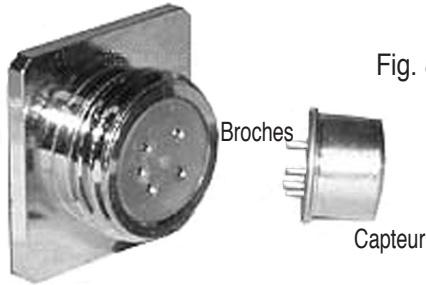

Fig. 8
4. Maintenez l'unité face avant vers vous et notez la connexion du capteur à l'intérieur de la douille fileté sur l'extrémité de l'unité. Il y a cinq (5) trous correspondant aux cinq (5) broches du capteur, trois (3) à gauche et deux (2) à droite (reportez-vous à la Fig. 8).